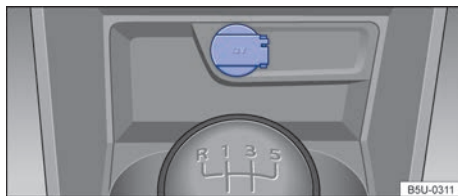

Fig. 125 En la consola central delantera: toma de corriente de 12 V.
- En la consola central delantera → fig. 125.